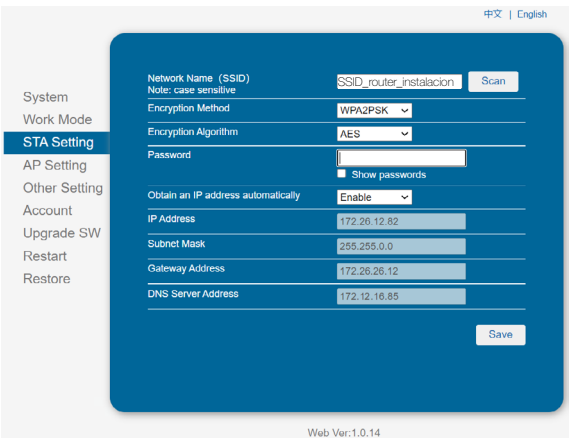

Fig. 54. Pantalla guardar password.
- Entrar el password en la casilla en blanco y hacer clic en "Save". Ver Fig. 54.